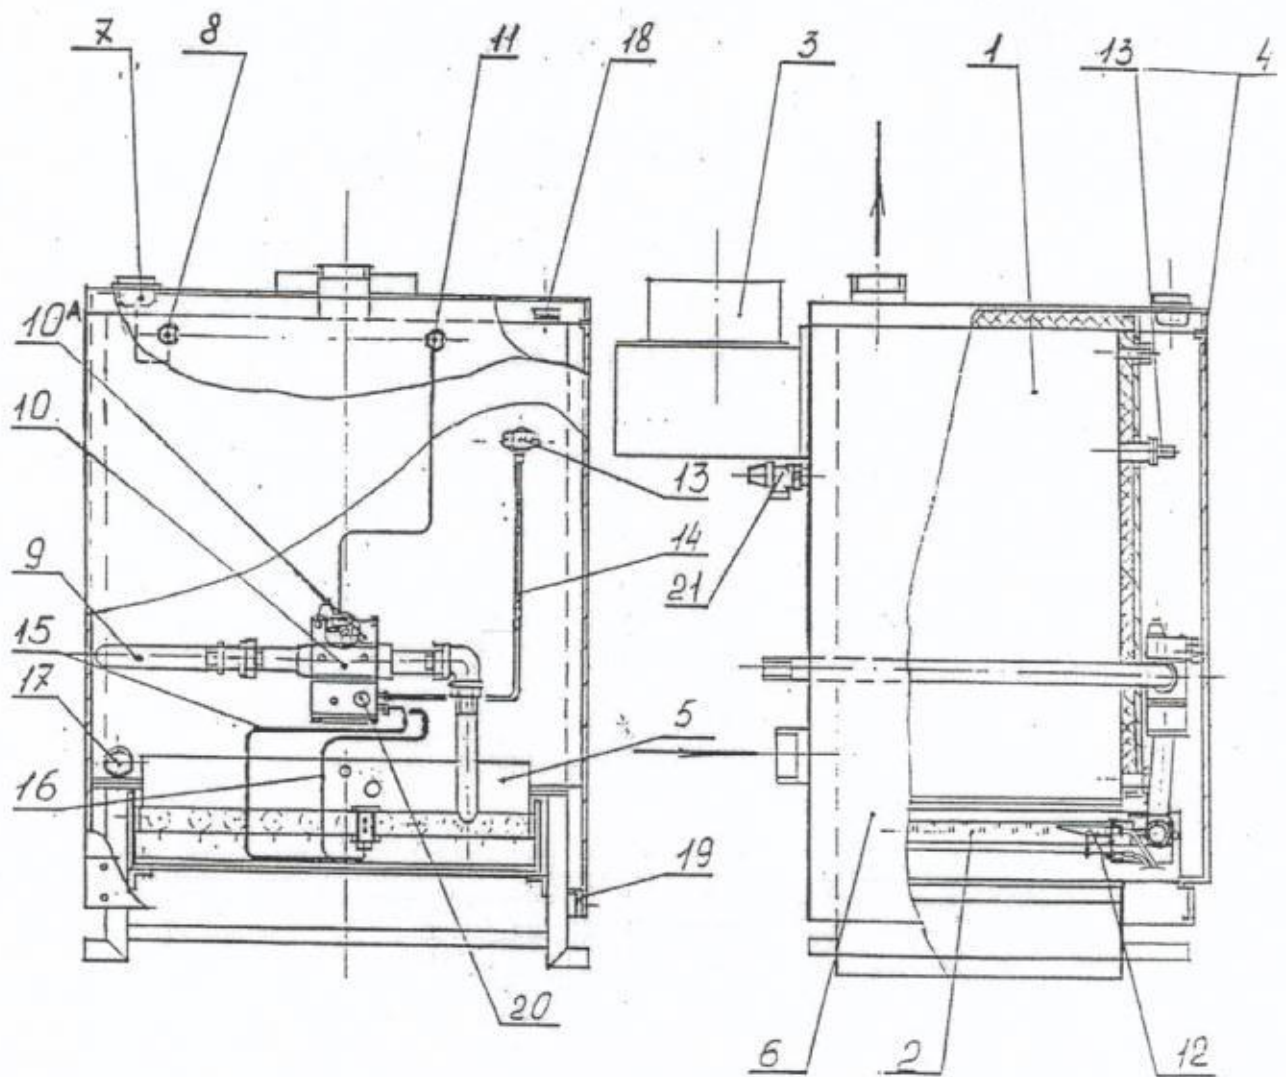

Рис. 2 Конструкция котла
4.1. Котёл (рис.2) состоит из следующих основных узлов и деталей: теплообменника поз.1, газогорелочного устройства поз.2, газоотвода поз.3, съёмной панели поз.4, щитка поз.5, облицовки /кожуха/ поз.6, указателя температуры воды поз.7 с датчиком поз.8, газоподводящей трубки поз.9, клапана предохранительного поз.21.